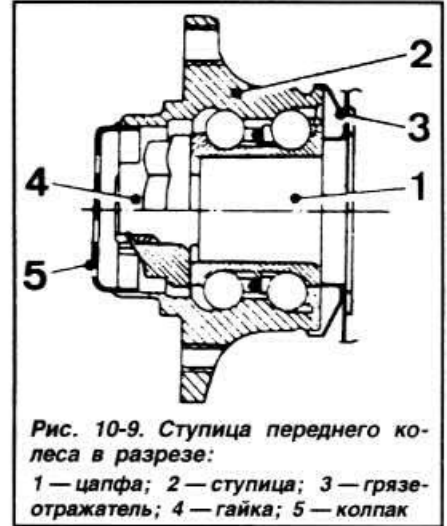

Рис. 10-9. Ступица переднего колеса в разрезе: 1 — цапфа; 2 — ступица; 3 — грязеотражатель; 4 — гайка; 5 — колпак
- Снять колпак гайки ступицы, расконтрить и отвернуть гайку ступицы (рис. 10-9).